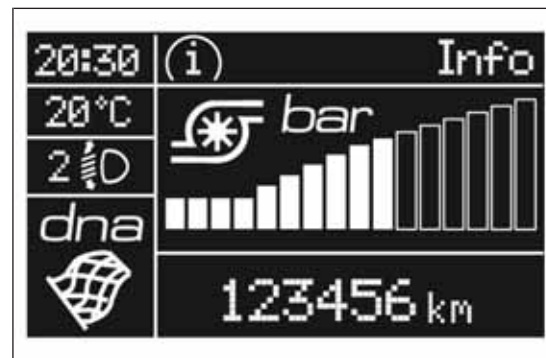

fig. 75
- ☐ **Modalidad Dynamic** fig. 75 (imagen de la pantalla disponible para versiones/países, donde esté previsto)